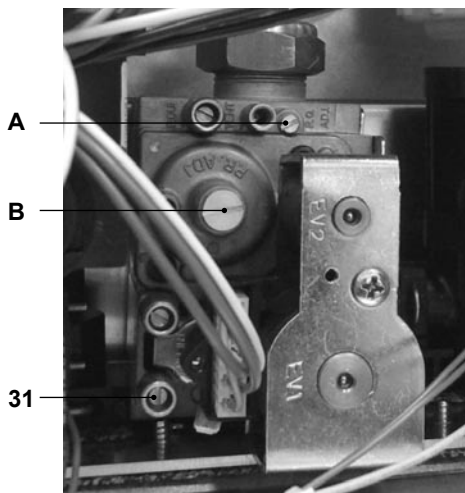

Figura 7.5
- Con la caldera apagada (fuera de servicio), compruebe la presión de alimentación usando la toma 31 en la Figura 7.5 y compare el valor indicado con los mostrados en la tabla Presiones de alimentación de gas de la sección "Datos técnicos", pág. 23.
- Vuelva a cerrar bien la toma de presión 31 en la Figura 7.5 .
- Para calibrar el **CO₂** de la caldera (presión del gas en el quemador) desenrosque completamente el tapón de protección de latón B y regule el tornillo Allen ø 4 mm situado debajo Figura 7.5 : girando en el sentido de las agujas del reloj el **CO₂** aumenta.
- Si los dos datos no coinciden, ajuste el tornillo de regulación de máximo RQ (A en la Figura 7.5) de la válvula de gas y calibre el **CO₂** al valor indicado en la sección "Datos técnicos" en la tabla "Datos en agua sanitaria", pág. 23 (modelos Myto Condens 24) y pág. 26 (modelos Myto Condens 35). Girando en el sentido de las agujas del reloj, el **CO₂** disminuye.